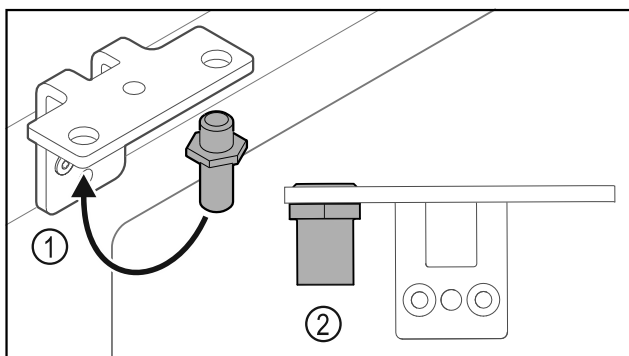

Fig. 17
- Premiestnite čap Fig. 17 (1) v uholníku závesu.
- Utiahnite čap Fig. 17 (2) ťahovacím momentom 12 Nm.